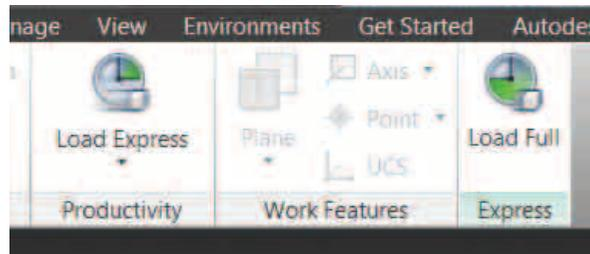

Рис. 12. Команды управления режимом сборки
- ▶ на ленте Сборка включить Экспресс-режим (Рис.12).